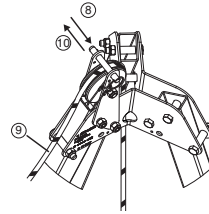

Fig. 10
8. Retirar el husillo de bola que se encuentra encima de la polea de desvío en la parte superior del trípode TRACPODE™ (Fig. 10, 8).
9. Pasar la driza del aparato DEROPE™ alrededor de la polea de desvío (Fig. 10, 9).
10. Volver a colocar el husillo de bola para impedir que la driza se salga de la polea de desvío (Fig. 10, 10).